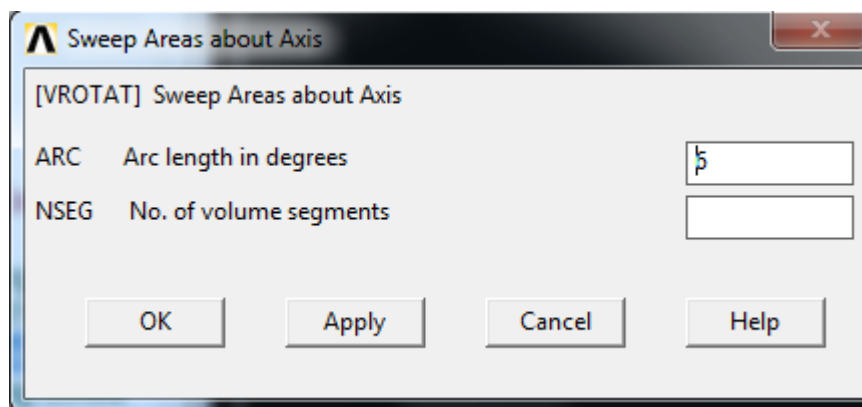

Рис. 7.5. Создание сектора вращением
6) Создайте сектор диска операцией продавливания поверхностей: **PrPr** → **Modeling** → **Operate** → **Extrude** → **About Axis**. Укажите в качестве двух точек, определяющих ось вращения, точки 500 и 501. Задайте угол вращения минус  $6^0$ . См. рис. 7.5 и 7.6.